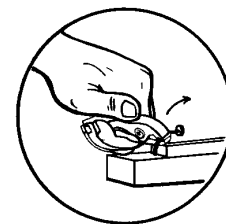

Fig. 11
- Use them to remove nails or brads. Pull the nail out at the same angle it was driven in. Use small blocks under the pliers if you need leverage (Fig. 11).
- Use las pinzas para quitar los clavos o las puntillas. Jale el clavo hacia afuera al mismo ángulo que está clavado. Use bloques pequeños si necesita una palanca (Fig. 11).